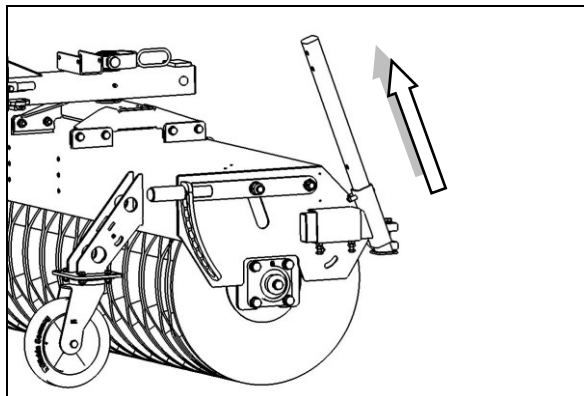

Fig. 4.12
- Når Plus 590 Pro fejmaskinen fejer frit, skal du flytte de to parkeringsstøtter (fig. 4.12) opad og fastgøre dem med låsestiften.